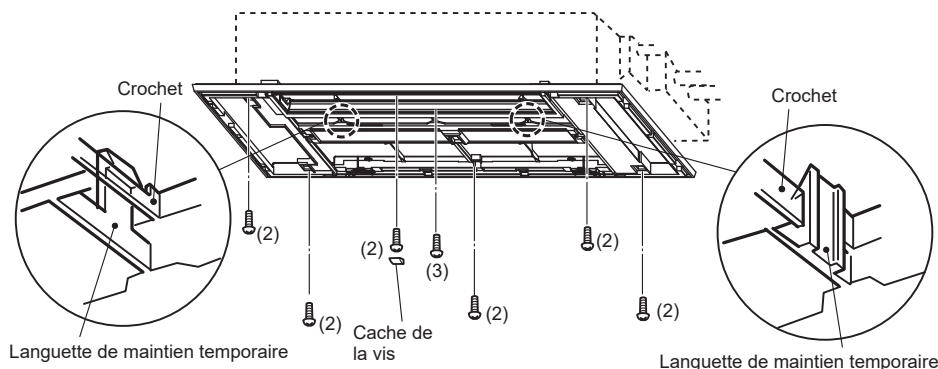

Fig. 8-6
5. Fixez les languettes de maintien temporaires de la grille sur les crochets de l'appareil intérieur. (Fig. 8-6)
Installez sans les serrer les 4 vis de fixation (2) situées près des angles. (Fig. 8-6)
7. Serrez les vis de fixation (2) et la vis de fixation (3) située au milieu de la grille. (Fig. 8-6)